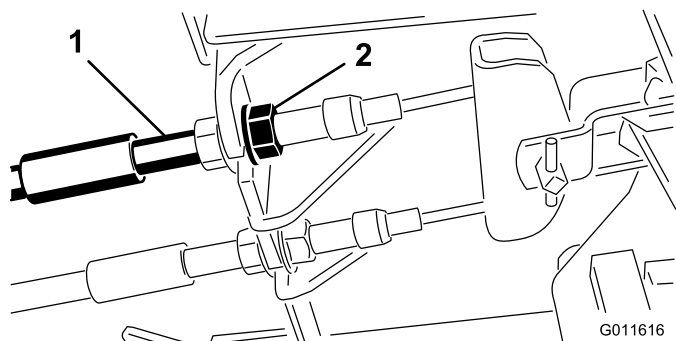

Figura 35
1. Per ridurre il gioco dei pedali del freno, stringete i freno allentando il dado anteriore sull'estremità filettata del cavo del freno (Figura 35).